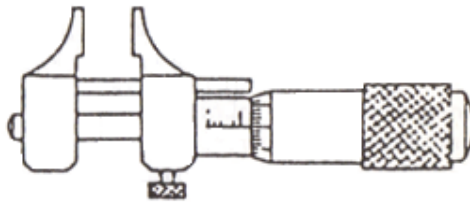

Figura 3.42
- Tipo calibrador (figura 3.42)